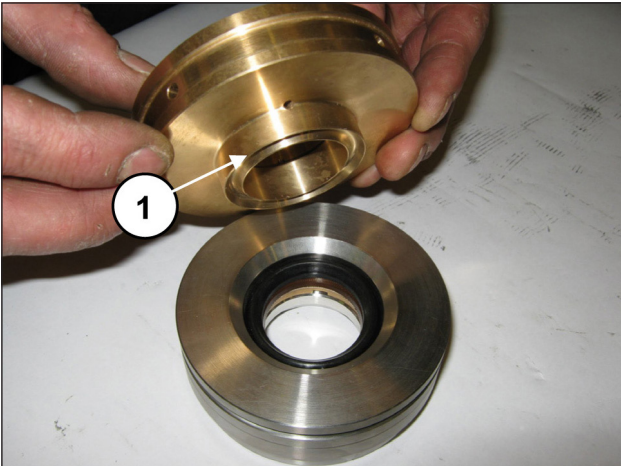
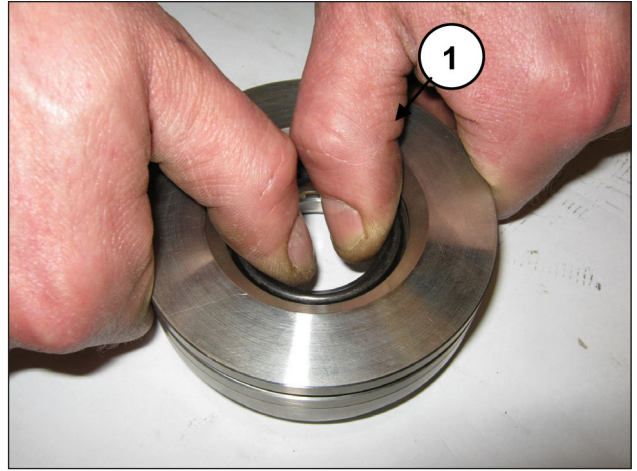

Fig. 172
Fig. 173
Désassembler le support des joints de la chemise (rep. ①, Fig. 172) pour accéder aux joints de pression (rep. ①, Fig. 173).